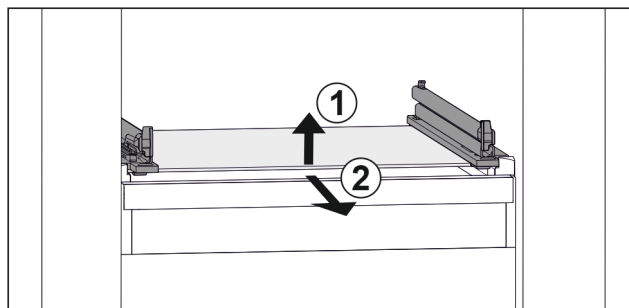

Fig. 72 Примерно изображение на стъклената плоча
- Повдигнете стъклената плоча отпред. Fig. 72 (1)
- Извадете стъклената плоча напред. Fig. 72 (2)